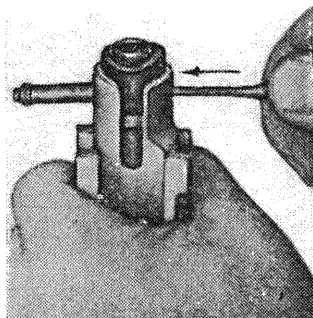

Рис. 90
1. Вытолкнуть выколоткой замыкатель (рис. 90).